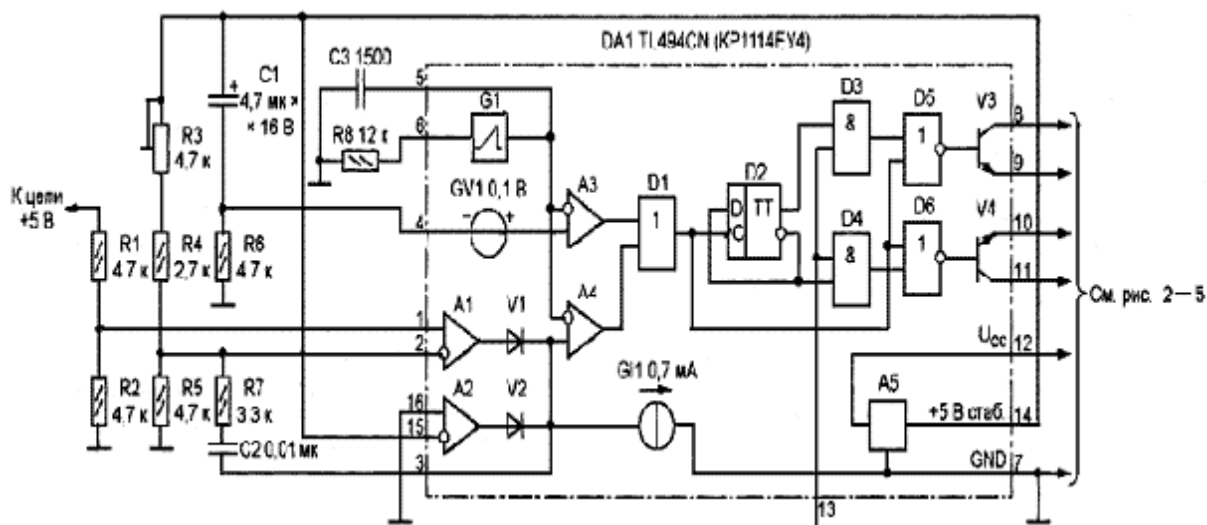

Рис.6.
В большинстве "компьютерных" ИБП этот узел построен на базе микросхемы Ш И М-контроллера TL494CN (отечественный аналог - КР1114ЕУ4) или ее модификаций. Основная часть схемы подобного узла — на рис. 6, на ней показаны и элементы внутреннего устройства упомянутой микросхемы.
1. Какие функции выполняют компараторы А3 и А4 (рис. 6)?
3. Назначение цепи С1R6 (рис. 6)?